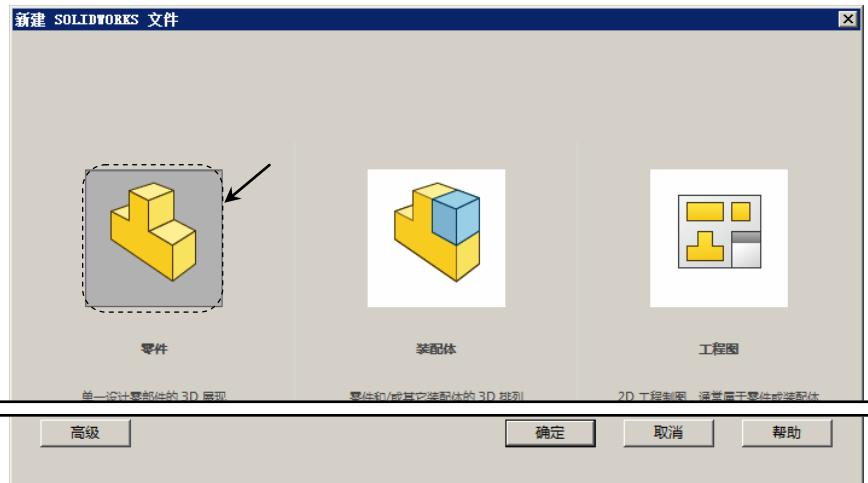

图 5.1.2 “新建 SOLIDWORKS 文件”对话框
- Step1. 选择下拉菜单 **文件(F)** → **新建(N)...** 命令 (或在“常用”工具栏中单击 按钮), 此时系统弹出如图 5.1.2 所示的“新建 SOLIDWORKS 文件”对话框。